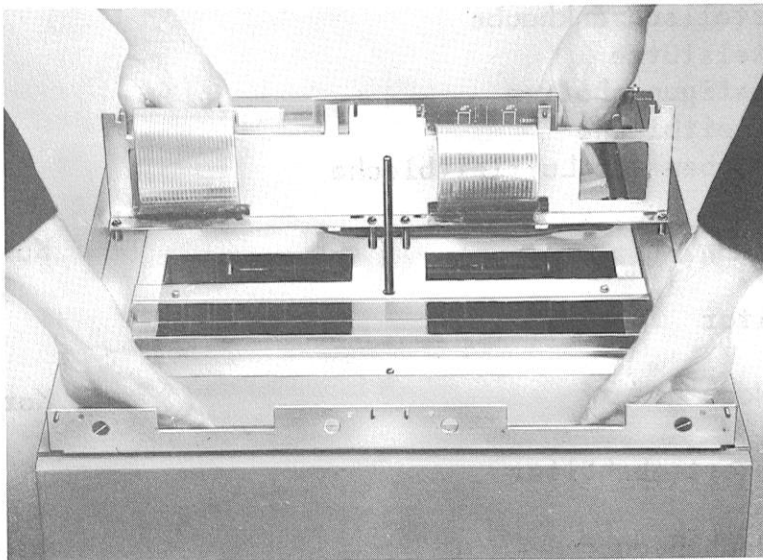

Abb. 1
3.1 Der Beistellschrank darf nur an den Seitenstreben oder an den Griffmulden aus dem Verpackungsteil herausgehoben werden Abb. 1